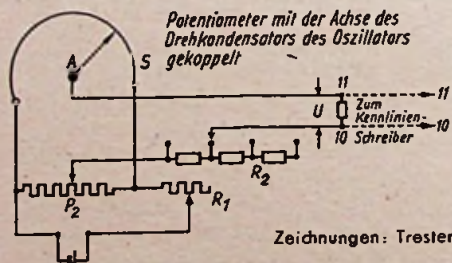

Abb. 3. Anordnung zur Winkelübertragung auf den Kennlinienschreiber
nung u erfolgt nach der in Abb. 3 schematisch gezeigten Anordnung: Von einem auf einer Fertinaxscheibe aufgespannten Schleifdraht (S) wird mittels eines Abnahmekontaktes A eine Spannung abgenommen, die proportional der Stellung dieses Kontakthebels ist. Die Achse des Kontakthebels A ist mit der Achse des Drehkondensators (C₁ in Abb. 1a) fest verbunden. Damit wird die durch A vom Schleifdraht S abgenommene Spannung
proportional dem Drehwinkel des frequenzbestimmenden Kondensators. Die abgenommene Spannung wird mittels der vertikalen Drehspule (Klemmen 10 und 11 in Abb. 3 und 2) des Kennlinienschreibers gemessen. Zur Einstellung des Nullpunktes und der Empfindlichkeit dienen das Potentiometer P₂ und die Widerstände R₁ und R₂. Hiermit läßt sich die Empfindlichkeit des Kennlinienschreibers so einstellen, daß die volle Aussteuerung des Schirms entweder bei 180° oder, bei höchster Empfindlichkeit, schon bei ca. 2° des Kondensatordrehwinkels erfolgt. Diese hohe Empfindlichkeit, durch die 2° auf 20 cm auseinandergezogen werden, stellt an den Stromabnehmer (A in Abb. 3) höchste Anforderungen in bezug auf Spielfreiheit, die durch eine Spezialkonstruktion erreicht wurde.
Bei der Reihenschaltung führen wir dem Kreis über die Klemmen 1 u. 4 (Abb. 1c) eine meßbare Spannung, wir wollen sie EMK \mathcal{E} nennen, zu und messen die Kondensatorspannung zwischen den Klemmen 1 u. 7 mit Hilfe des Röhrenvoltmeters. Die EMK und Empfindlichkeit des Röhrenvoltmeters werden so eingestellt, daß die Ordinaten des Kennlinienschirms genügend ausgesteuert werden. Der Nullpunkt und die Empfindlichkeit des Abszisseninstruments werden mit Hilfe der Widerstände P₂, R₁ und R₂ (Abb. 3) so gewählt, daß die Resonanz-